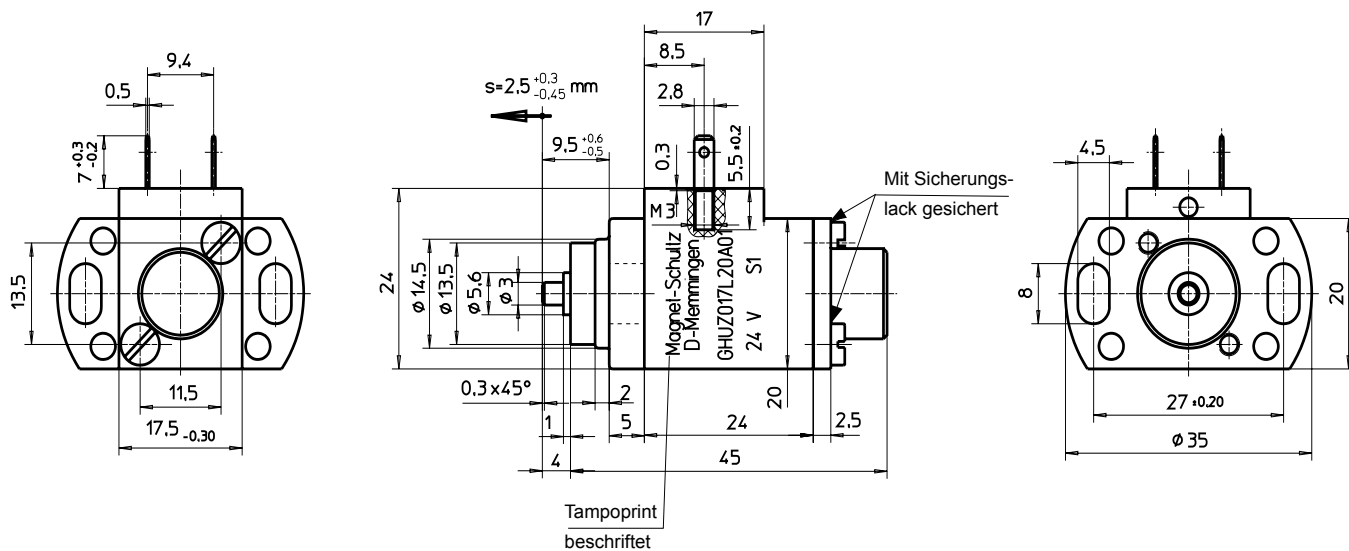

Bild 3: Typ G HU Z 017 L20 A01 / A02
- Flachstecker: Flachsteckerabmessungen am Gerät, siehe Bild 3 und 4